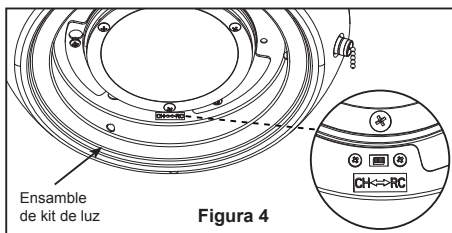

Figura 4
2. Levante cuidadosamente el ventilador y coloque el ensamble de la bola para colgar/varilla en la abrazadera para colgar que acaba de fijar a la caja de salida. Asegúrese de que la ranura de la bola esté alineada con la lengüeta de la abrazadera para colgar. (Figura 4)
4. Fije firmemente el conector de 9 pasadores de la ensamble de kit de luz al enchufe del mazo dentro de la unidad del motor. (Figura 4)
4. Deslice el interruptor a "CH" cuando use el interruptor de cadena del kit de iluminación. Deslice el interruptor a "RC" cuando el ventilador se esté usando con el accesorio de mando a distancia opcional CR500. (Figura 4)